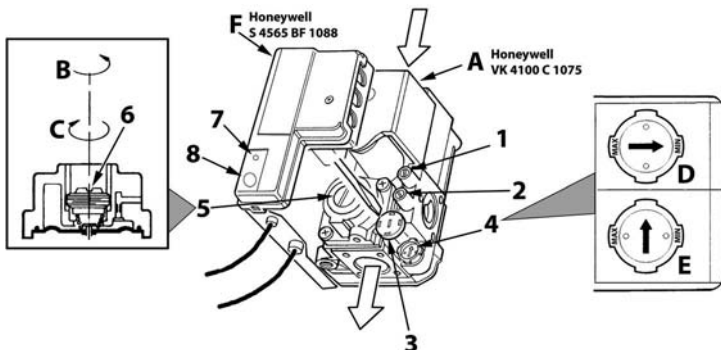

рис. 17 - Регулирование давления
На котле PEGASUS D можно регулировать тепловую производительность топки и, следовательно, тепловую мощность, передаваемую воде системы отопления; это делается исключительно путем регулировки основной горелки с помощью газового вентиля (см. рис. 17). На графиках, приведенных в параграфе сар. 5.2, показано изменение передаваемой воде тепловой мощности в зависимости от изменения рабочего давления горелки. Возможность приведения мощности котла в соответствие с реальными потребностями отопления означает, прежде всего, снижение потерь и экономии топлива. Кроме того, при регулировке мощности, регламентированной также стандартом, котлы сохраняют значения КПД и характеристики сгорания почти без изменений.
- С помощью небольшой отвертки снимите защитный колпак 5 вторичного привода газового вентиля рис. 17.
- Подключите манометр к клемме давления 2 (рис. 17), расположенной после газового вентиля, затем переведите ручку термостата котла на максимум.
- Регулируйте давление с помощью винта 6 (рис. 17) на желаемое значение, руководствуясь диаграммами, приведенными в параграфе сар. 5.2.
- Снимите с газового вентиля маленький защитный колпак 3 (рис. 17). С помощью маленькой отвертки регулируйте "СТУПЕНЬ" розжига на основании выбранного для работы газа (G20-G25 положение Дрис. 17 или G30-G31 положение Е рис. 17); установите защитный колпак на место.
- Спустите воздух из газопроводных труб через штуцер отбора давления 1 газового вентиля (рис. 17).